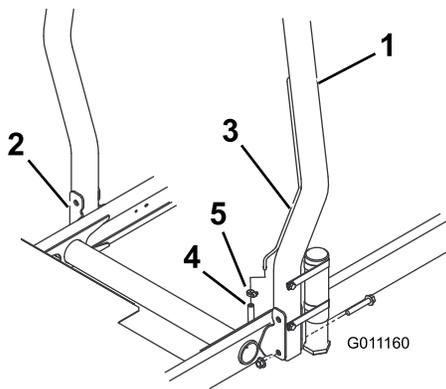

Figura 12
1. Baje la barra anti-vuelco sobre los soportes de montaje de la unidad de tracción, alineando los taladros de montaje. Asegúrese de que el tubo de ventilación de la barra anti-vuelco está en el lado izquierdo de la máquina (Figura 12).
- Fije cada lado de la barra anti-vuelco a los soportes de montaje con 2 pernos y contratueras (Figura 12). Apriete las fijaciones a 81 N m.